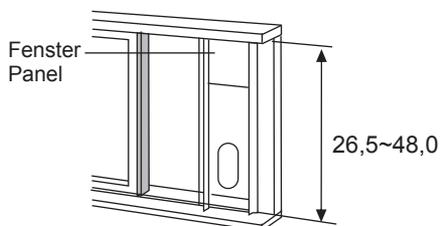

Abb. 13
2. Bringen Sie den Fensterschiebersatz auf die Fensterbank an. Passen Sie die Länge des Fensterschiebersatzes der Fensterbreite an, kürzen Sie den Fenstersatz, wenn das Fenster schmaler als 26,5 Zoll ist. Öffnen Sie den Fensterflügel und bringen Sie den Fensterschiebersatz auf die Fensterbank an. Siehe Abb.13.